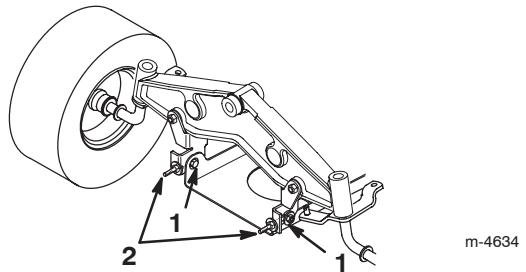

Bild 52
10. Lockern Sie die Befestigungsschrauben der vorderen Schwenkplatte (Bild 52).
11. Drehen Sie die Sicherungsmuttern an den Augbolzen, um die Einstellung zu ändern (Bild 52).
12. Prüfen Sie, wenn Sie beide Sicherungsmuttern der Augbolzen gleichmäßig eingestellt haben, die Schnittmesserneigung erneut in Längsrichtung. Fahren Sie mit der Einstellung der Augbolzen fort, bis die vordere Schnittmesserspitze um 0 bis 9 mm tiefer liegt als die hintere Spitze (Bild 52).
13. Ziehen Sie, wenn die Schnittmesserneigung in Längsrichtung korrekt ist, die Befestigungsschrauben der Schwenkplatte fest (Bild 52).